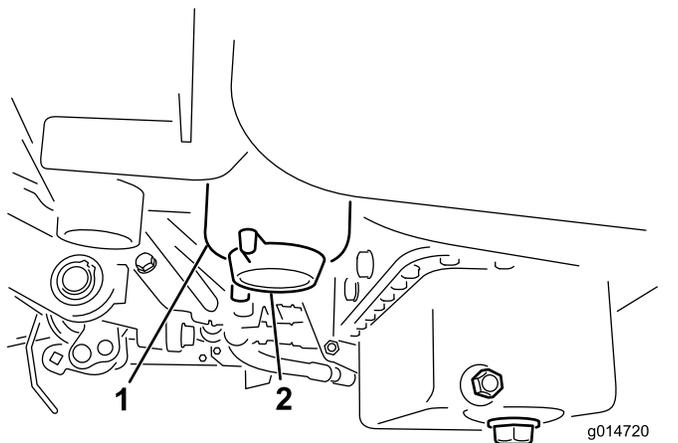

图34
3. 打开燃油滤清器上的排油塞、大约旋转一周、排干积水 图34。排干之后拧紧排油塞。